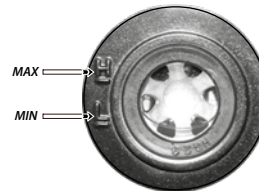

Imagen 15. Mirilla del aceite.
2. Localizar la mirilla del aceite en el lado derecho del motor. Ver imagen 15.